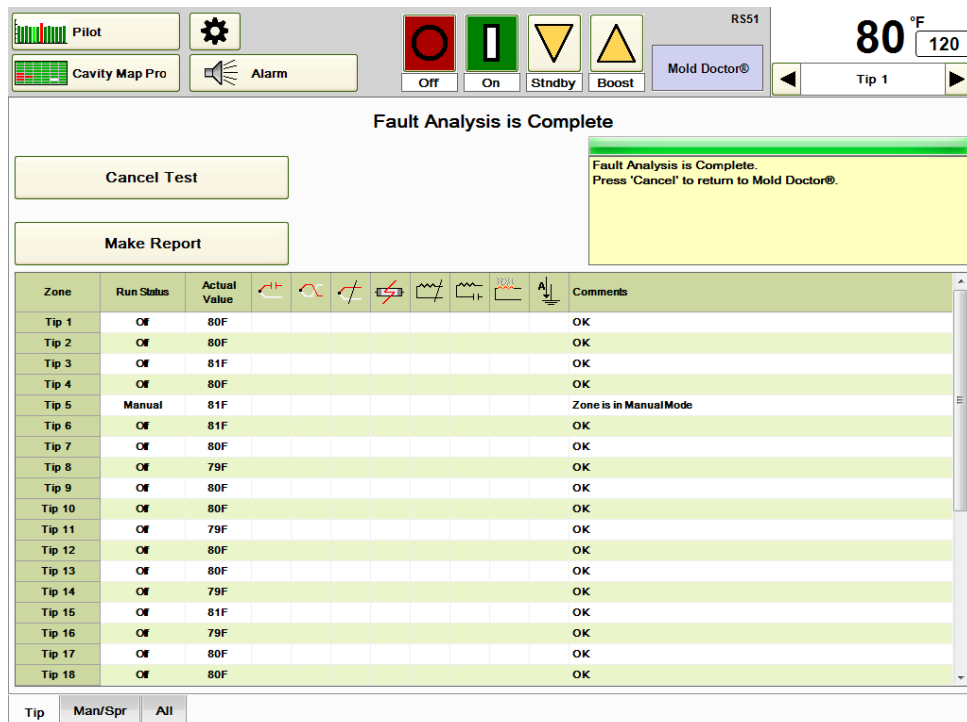

Abbildung 18e Fehleranalyse
- 1) Wählen Sie über die Gruppen-Registerkarten unten auf dem Bildschirm die zu testende Gruppe aus. Zonen im manuellen oder gesperrten Modus werden nicht getestet. In dem Beispiel in Abbildung 18e befindet sich Düse 5 im manuellen Modus und wird nicht geprüft.
- 4) Der Bericht kann durch Drücken der in Abbildung 18e gezeigten Taste **Bericht erstellen** und Auswahl des USB-Laufwerks oder des Verzeichnisses D:\G24\Reports gespeichert werden.